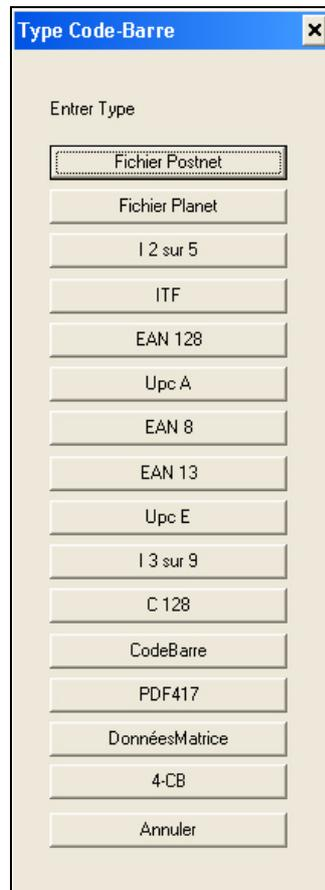

Figure 4-20: Sélection Type de Code-Barres
- 4 Lorsque le *Type de Code-Barres* s'ouvre, sélectionner le type de code-barres à créer (voir Figure 4-20 page 4-17).